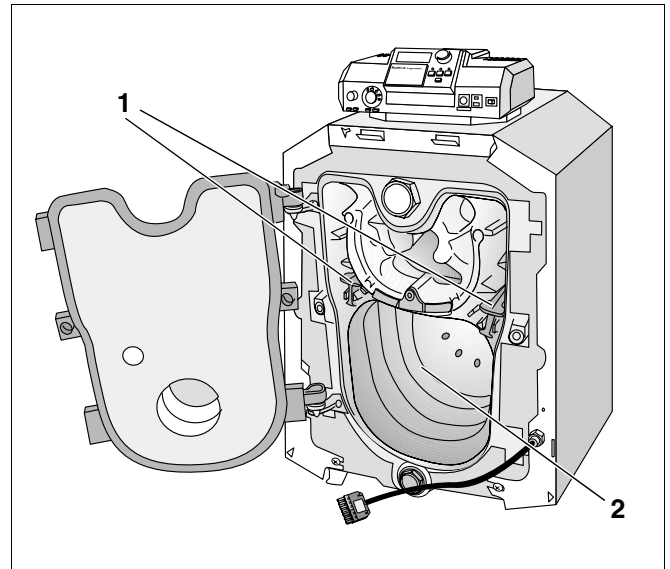

Fig. 38 Rengjøring av røykgasskanalene
- Ta røykgass-styreplatene ut av røykgasskanalene (fig. 38, **pos. 1**) (se kapittel 11.4.2 "Fjerning av røykgass-styreplater", side 40).